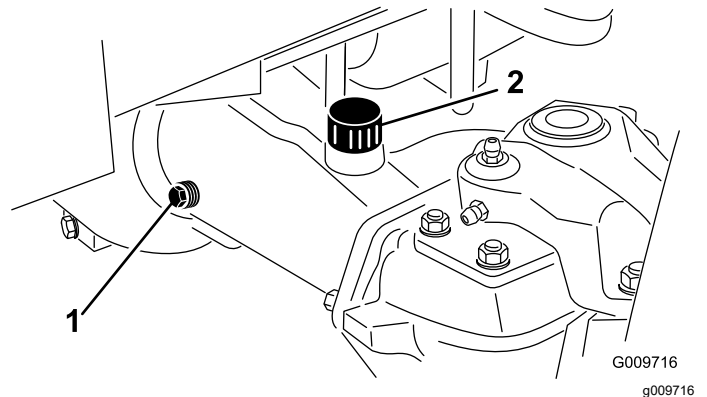

Bild 143
2. Entfernen Sie eine Prüfschraube von einer Seite des Achsgehäuses (Bild 143).